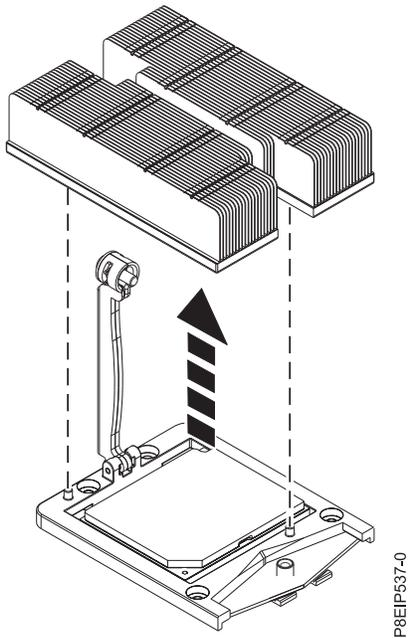

Figure 49. Retrait du dissipateur thermique
5. Tenez le dissipateur thermique et retirez-le en le soulevant à la verticale, comme illustré dans la figure 49.